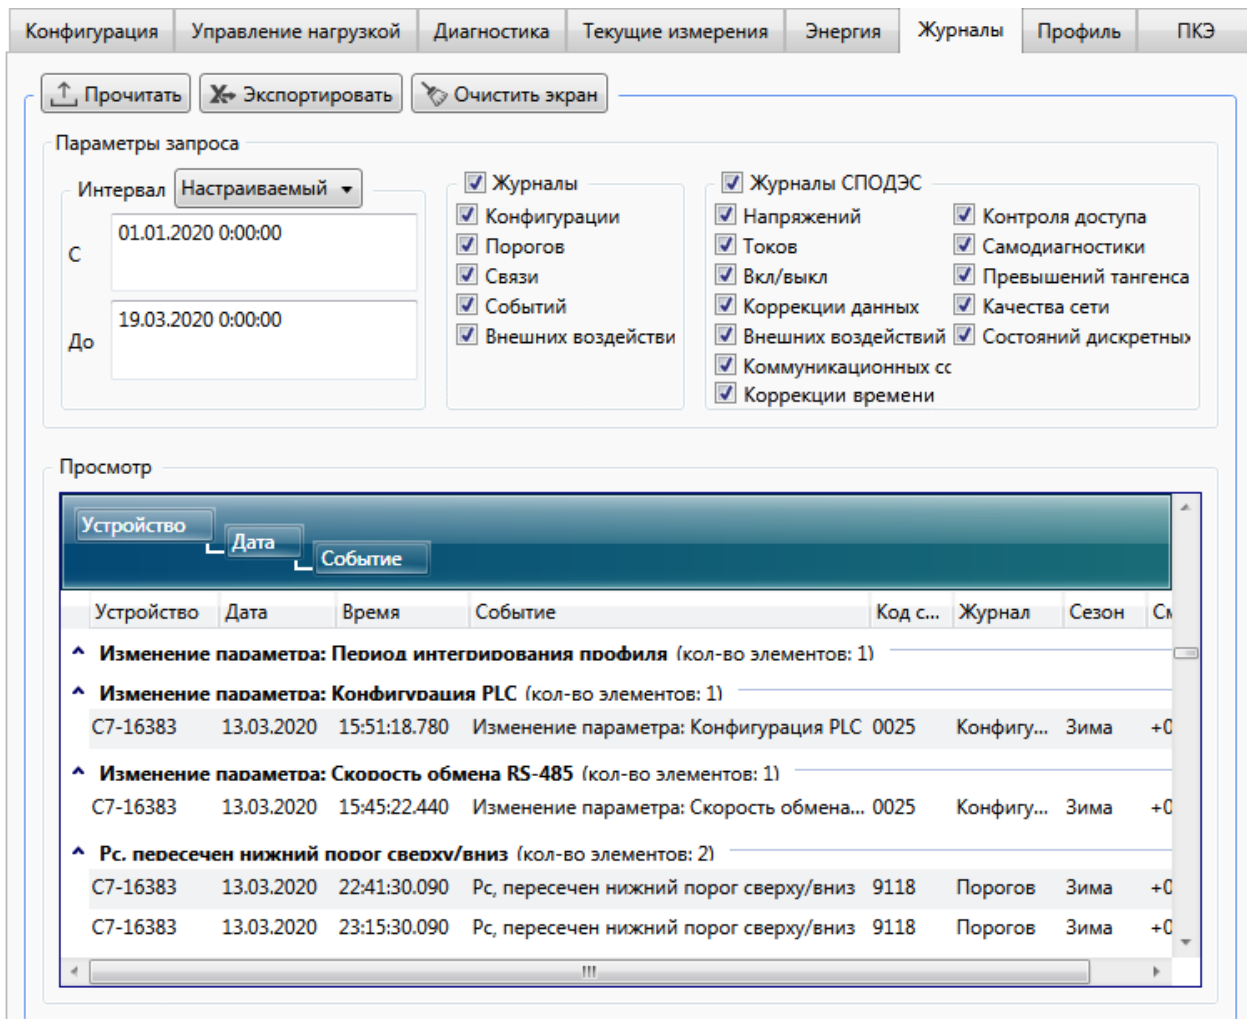

Рисунок 9.42 – Группировка событий журналов по дате
9.7.5.3 Если требуется сгруппировать события, то следует перетащить мышью заголовок столбца, по признакам которого будет производиться группировка, на панель над таблицей событий. Допускается группировка по нескольким признакам (рисунок 9.42).